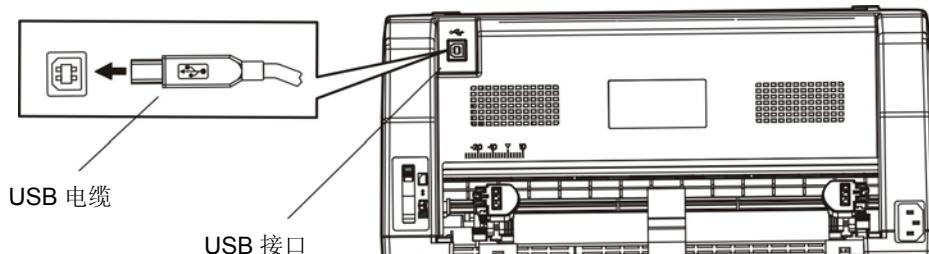

图 2-9 连接 USB 电缆
本打印机可配置 USB 接口、蓝牙或 Wi-Fi（产品的具体接口配置，以实物为准）。请根据需要，用相应的接口电缆把打印机与计算机相连〔如图 2-9 所示〕。
2. 将 USB 电缆的 B 端插头（方型）插进打印机的 USB 接口插座中（如图 2-9 所示）。